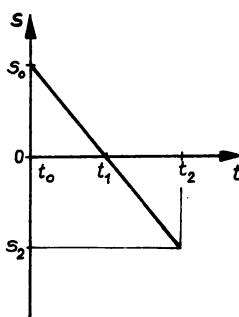

Bild 6
2.13 Beschreiben Sie den im Diagramm (Bild 6) dargestellten Bewegungsvorgang.